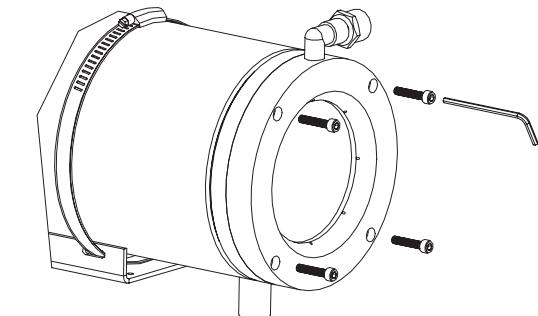

Fig. 3
- Posizionare la flangia frontale dotata così di vetri filtro IR sul corpo della custodia prestando attenzione che le guarnizioni di tenuta siano correttamente inserite nelle proprie sedi in modo da non danneggiarle. Serrare le 4 viti utilizzando la chiave esagonale in dotazione (Fig. 3).
- Positionner la bride frontale équipée des verres filtre IR sur le corps du caisson en ayant soin d'insérer correctement les joints d'étanchéité dans leur logement pour éviter tout endommagement. Serrer les 4 vis au moyen de la clé hexagonale fournie (Fig. 3).
- Position the front flange now fitted with the IR filter glasses on the housing body, making sure the sealing rings are correctly inserted in their seating so as not to damage them. Tighten the 4 screws using the Allen wrench supplied (Fig. 3).
- Positionieren Sie den solchermaßen mit IR-Filterscheiben versehenen Vorderflansch auf dem Korpus des Gehäuses. Achtung, die Abdichtungen müssen korrekt in ihre Sitze eingefügt sein, damit sie nicht beschädigt werden. Ziehen Sie die 4 Schrauben mit dem beiliegenden Sechskantschlüssel an (Fig. 3).